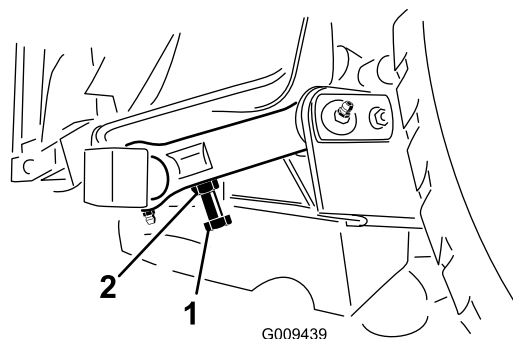

Figura 29
3. Para ajustar distância, localize o parafuso de ajuste existente na ligação articulada posterior da unidade de corte (Figura 29).